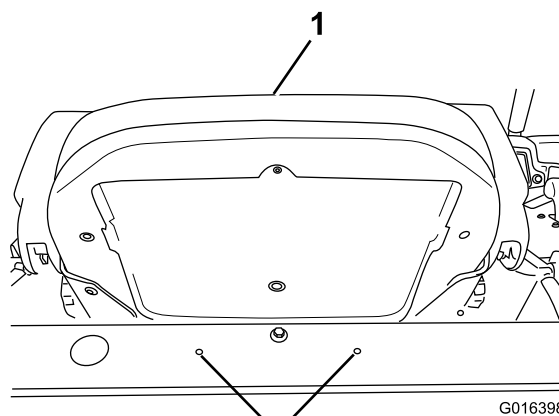

Bild 11
5. Vergrößern Sie die zwei vorhandenen Löcher in der hinteren Querstrebe (hinter dem Sitz) mit einem Bohrer auf einen Durchmesser von 8,5 mm (Bild 11).